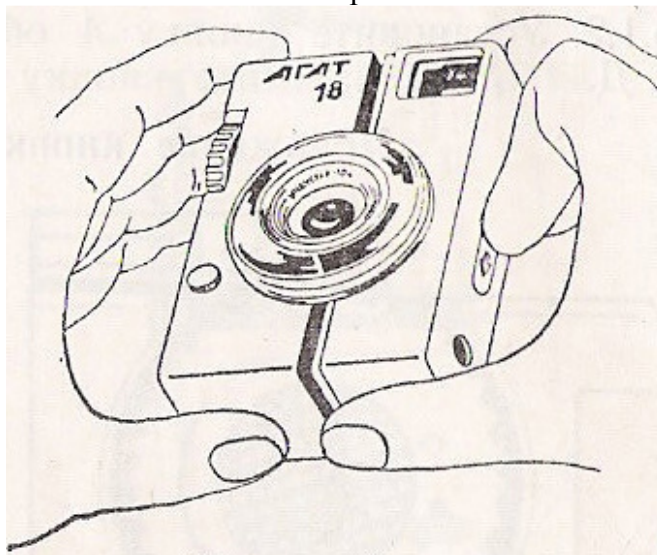

Рис. 5
5.1.1. Возьмите в руки фотоаппарат, как это показано на рис. 5.